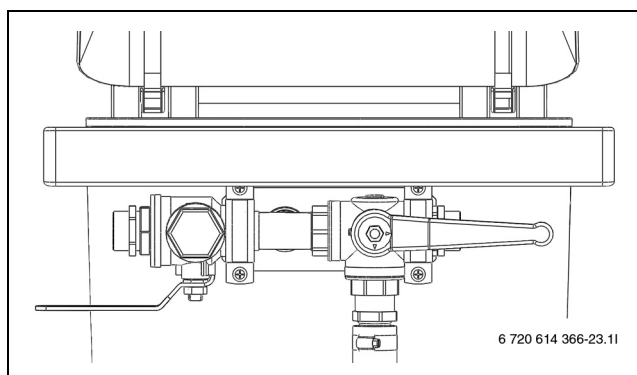

Рис. 16 Станция в положении заполнения
- Установите краны на станции в положение заполнения и заполните контур рассолом (→ рис. 16).